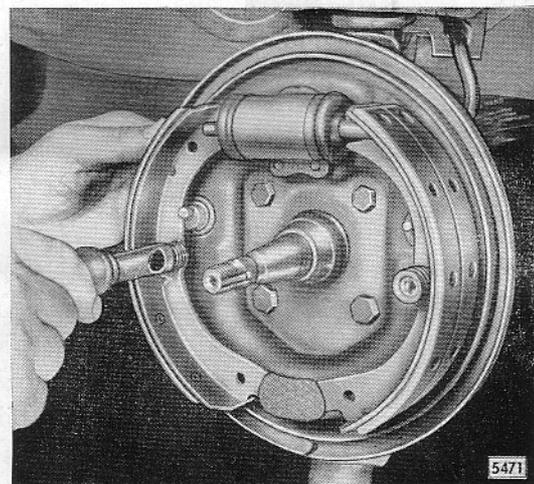

Bild B 5 - Bremssbacken von Bremsträgerplatte lösen
1. Nach dem Aushängen der oberen und unteren Rückzugfeder aus den Bremssbacken Federteller, Feder und Haltebolzen mit Montagewerkzeug SW-116 ausbauen (Bild B 5).